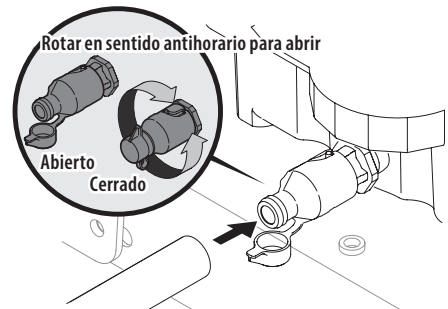

Figura 21
4. Abra la tapita protectora del extremo de la válvula de drenaje para visualizar el orificio de drenaje (Figura 21).